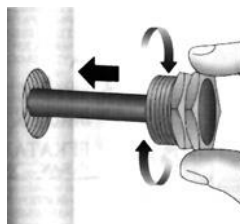
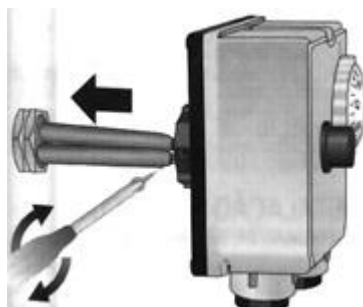

figura 3
figura 4
a) Vea la figura 3 y figura 4;